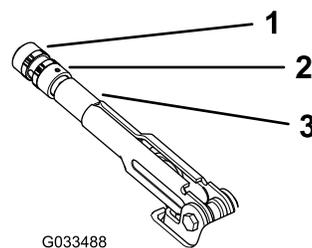

Рисунок 59
2. Ослабьте установочный винт, который крепит рукоятку к рычагу стояночного тормоза (Рисунок 59).
3. Поворачивайте рукоятку (Рисунок 59) до тех пор, пока усилие, требуемое для активации рычага, не достигнет 20–22 кг.
4. По окончании регулировки затяните установочный винт (Рисунок 59).